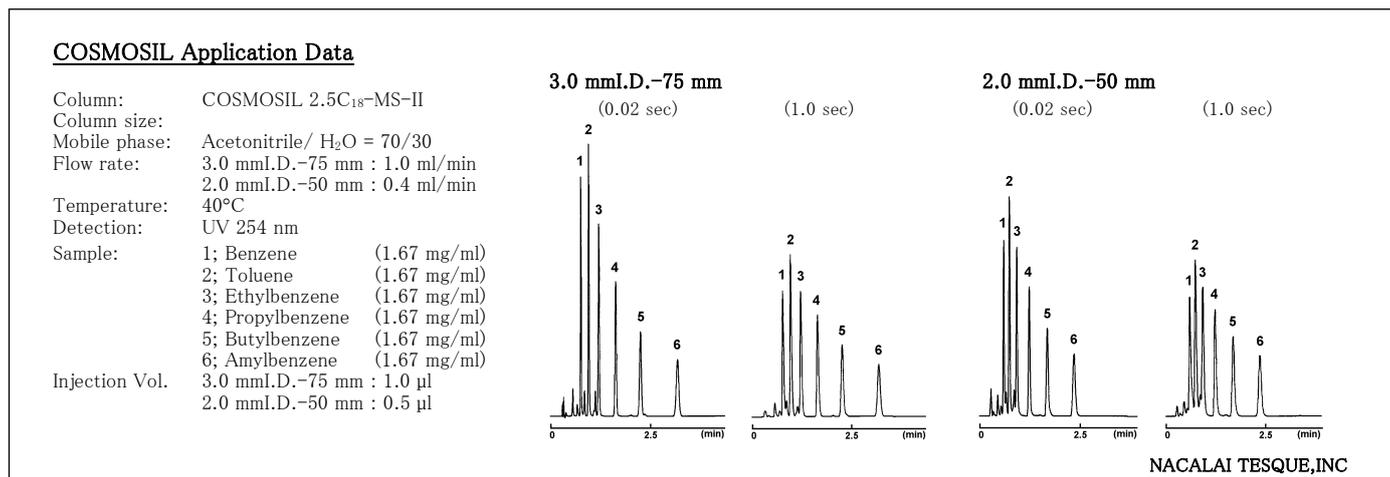

図1 検出器のレスポンスの影響
- (1) 超高速液体クロマトグラフィー対応の装置をご使用ください。
- (2) 一般的な装置で使用する場合には、検出器のレスポンスは 0.05 sec 以下に設定してください。【図1参照】